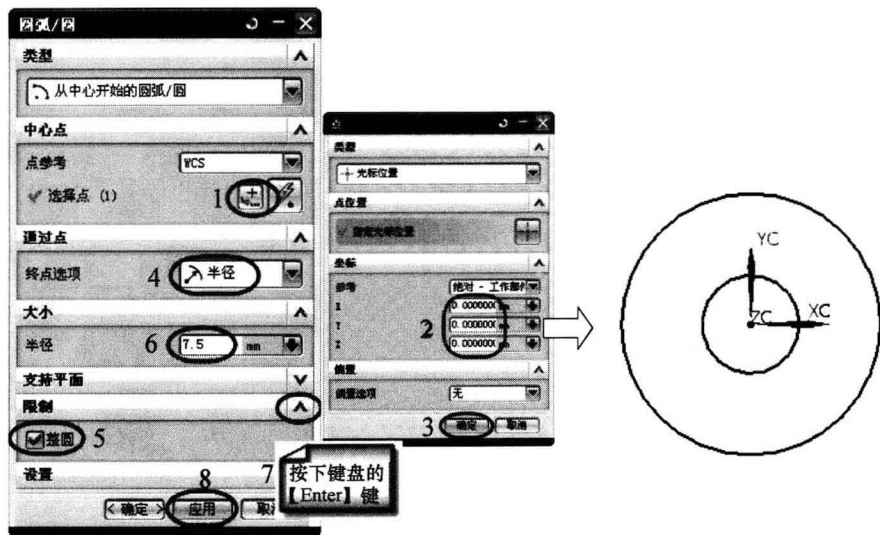

图 2-4 绘制 $\phi 15$ 圆形操作
(2) 绘制 $\phi 15$ 圆形 按照图 2-4 所示步骤进行操作。